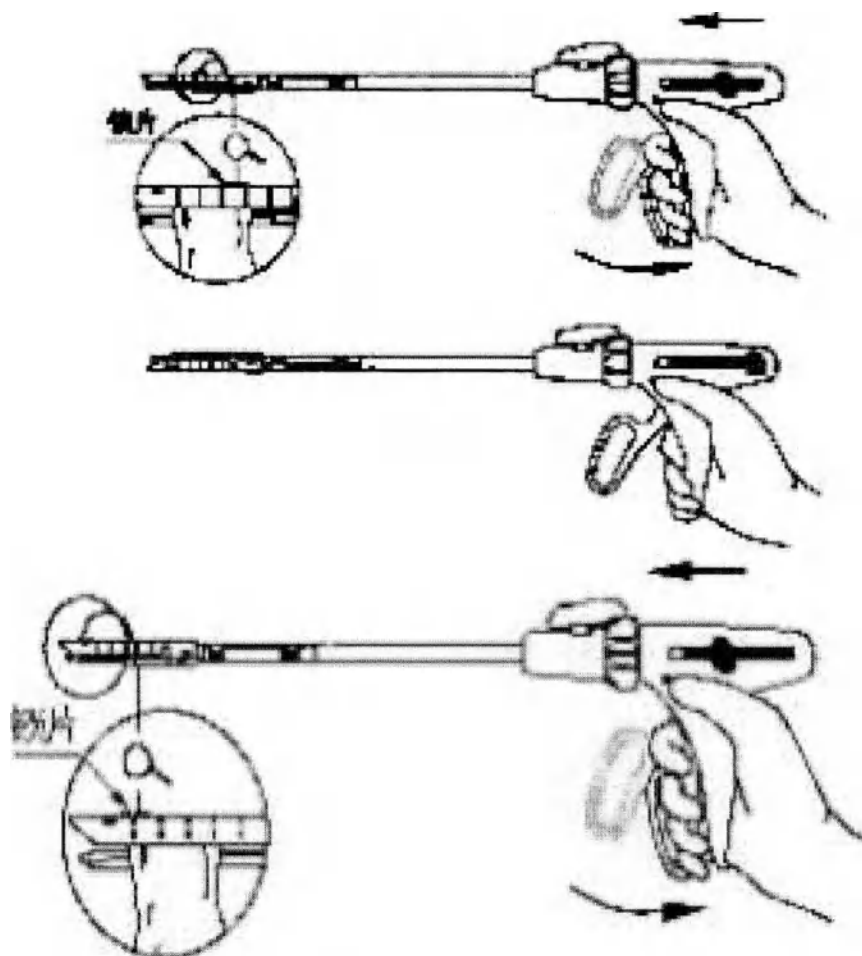

Рисунок 11.
3. Чтобы включить степлер, нажмите зеленую пусковую кнопку. Последовательно сжимайте ручку до тех пор, пока овальная крышка зажима не достигнет дистального конца гнезда кассеты и ручка не зафиксируется. Для полного срабатывания кассеты требуются последовательные нажатия на рукоятку (рисунок 11).